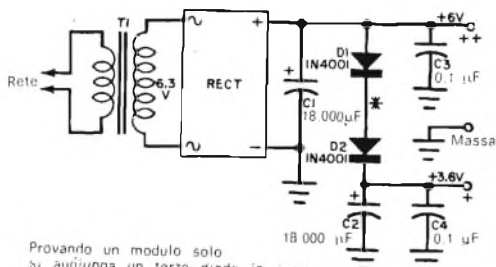

Fig. 6 - Questo alimentatore può alimentare contemporaneamente tre moduli contatori decimali.
**Alimentazione** - Al contatore decimale si devono fare tre collegamenti di alimentazione: "++" richiede da 5,5 V a 7,5 V a 300 mA; "+" richiede 3,6 V a 100 mA con meno di 0,7 V di ronzo da picco a picco; "Massa" è il ritorno comune dell'alimentazione. L'alimentatore, il cui schema è riportato nella fig. 6, può alimentare fino a tre contatori decimali. Nel costruire l'alimentatore, non si cerchi di risparmiare sul valore di C2 se si vuole evitare un ronzo eccessivo. Tutti i fili di alimentazione devono essere di sezione grossa.